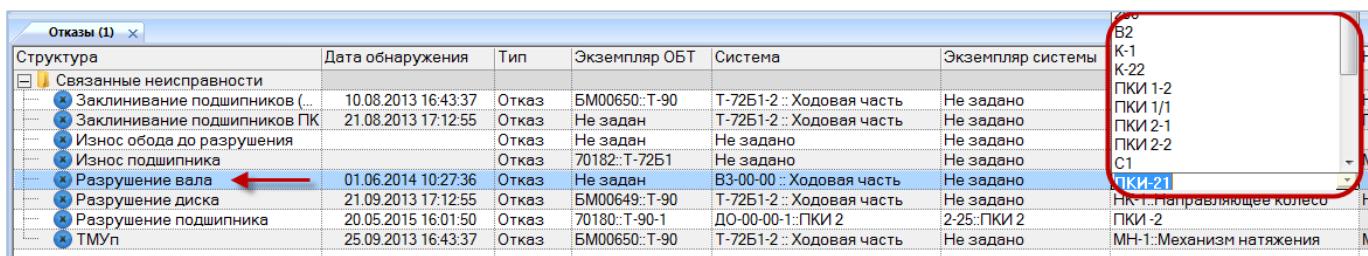

Рис. 26-38 – Выбор компонента (типа отказавшего блока)
- 2) Выделить неисправность в рабочем окне «Неисправности» (рис. 26-38).
- 3) Дважды щелкнуть мышью в поле «Тип отказавшего блока», чтобы раскрыть список доступных компонентов (рис. 26-38).